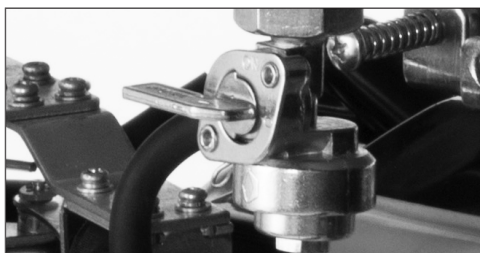

рис. 14
4. Перекройте топливный кран, установив его в положение «Закрыто» (рис. 14).